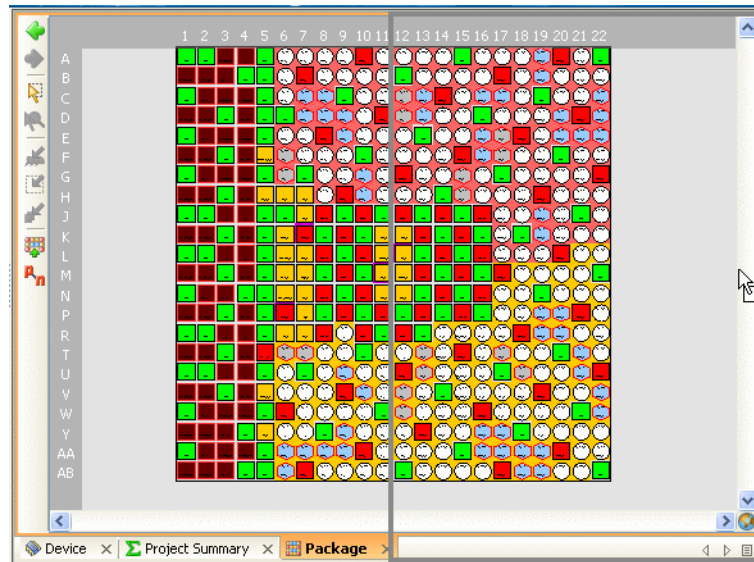

図 8-2 : [Package] ビューと [Device] ビューの同時表示
- ◆ どちらかのビューのタブをクリックし、ワークスペースの右側のスクロールバーまでドラッグします。ビューが配置される箇所がグレーの長方形で囲まれます。カーソルをドラッグして配置箇所を決めたら、ドロップします。これでワークスペースが分割されます。235 ページの図 8-2 は、ビューを分割した例を示しています。この方法は、ほかのビューでも使用できます。